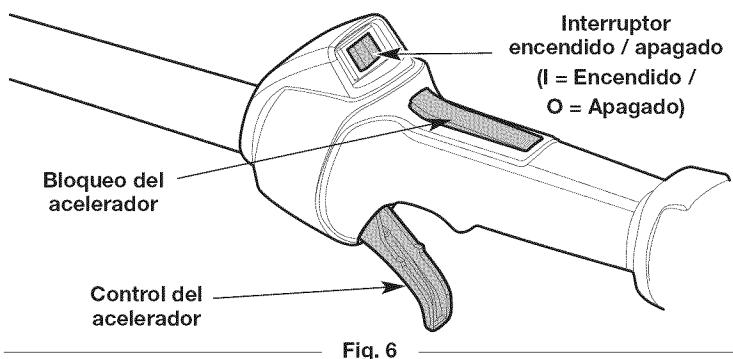

Fig. 6
**NOTA:** No es necesario encender la unidad. El interruptor de encendido/apagado está en la posición **Encendido (I)** en todo momento (Fig. 6).
**NOTA: NO** apriete el control del acelerador hasta el paso 8 (Fig. 6).
8. Oprima y mantenga apretado el bloqueo del acelerador (Fig. 6). Apriete el control del acelerador según sea necesario para el funcionamiento (Fig. 6).
2. Oprima y mantenga apretado el interruptor de encendido/apagado en la posición **Apagado (O)** hasta que el motor se pare por completo (Fig. 6).